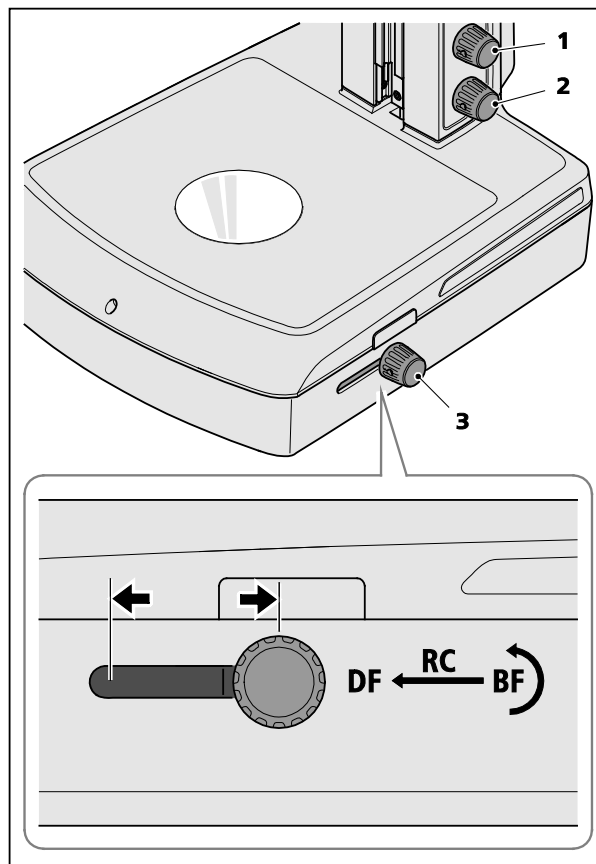

Рисунок 5 Обслуживание устройства проходящего света
- Включить осветитель проходящего света нажатием на нижнюю поворотную ручку (рисунок 5/2) и настроить интенсивность освещения вращением этой ручки.
- Отодвинуть поворотную/ползунковую ручку (рисунок 5/3) до заднего положения (BF) для настройки режима светлопольного освещения проходящим светом. Затем угол наклона поворотного зеркала изменить путём вращения ручки до тех пор, пока объект не будет светло просвечиваться снизу.
- Для настройки тёмнопольного бокового освещения проходящим светом ручку обслуживания (рисунок 5/3) нужно привести в переднее положение (DF).
Передвижением поворотной/ползунковой ручки (рисунок 5/3) в одну из средних позиций (RC) и дополнительным наклоном зеркала можно установить режим бокового освещения, в котором структуры неокрашенных объектов становятся видимыми в рельефном контрасте.
Нажатием/вращением верхней ручки освещения (рисунок 5/1) настроенному проходящему свету можно примешивать варьируемую долю отражённого света. Более подробная информация об обслуживании опциональных осветителей отражённого света «K LED» предоставлена в руководстве по обслуживанию «Stemi 305/508».